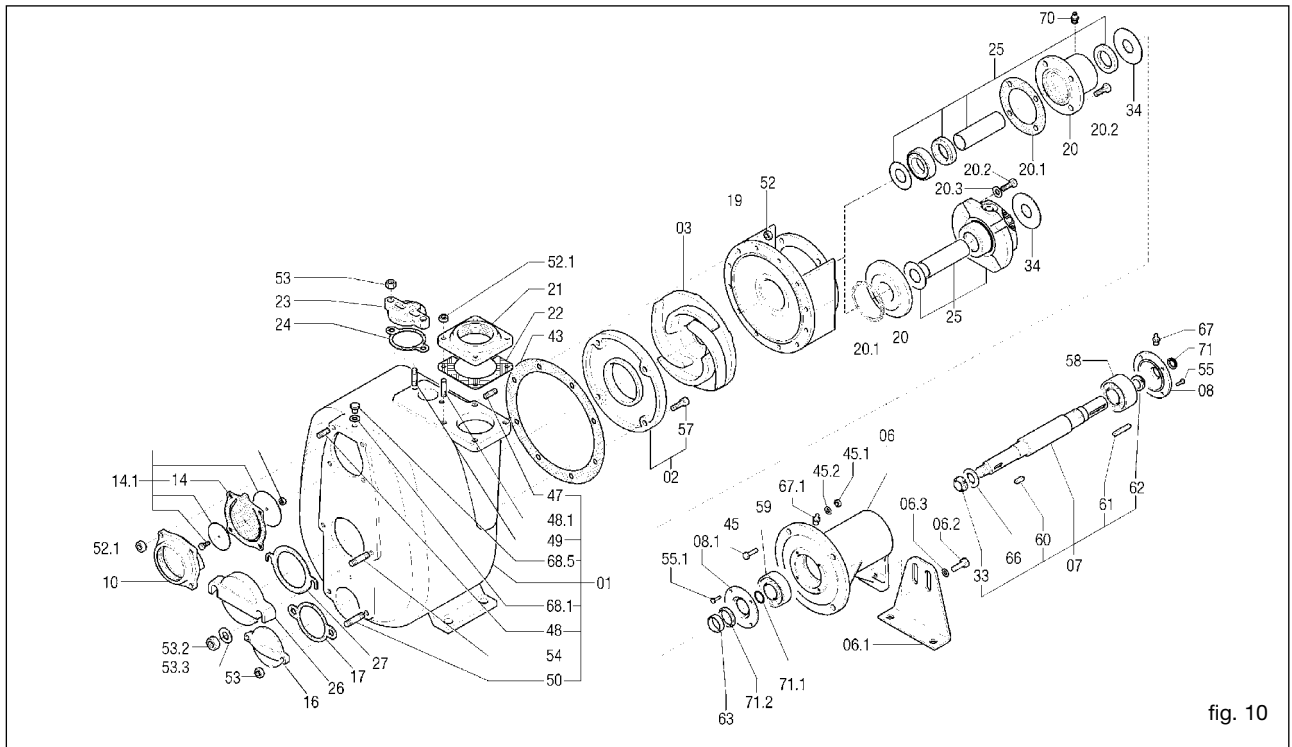

fig. 10
Le tuyau d'aspiration doit avoir un diamètre égal à celui de l'orifice d'aspiration de la pompe (consulter Varisco pour des diamètres supérieurs). Eviter, si possible, les coudes ou les étranglements pouvant limiter l'arrivée de liquide à la pompe. Ne pas monter la soupape de pied car la pompe est équipée d'un clapet anti-retour incorporé (14) (fig. 10).
À titre d'exemple, un dessin éclaté est représenté (fig. 10).
13.2 Remplacement de la turbine (fig. 10)
- Dévisser les écrous (52) et enlever le corps de la pompe en veillant à ne pas abîmer le joint (43).
- Bloquer la turbine (03) et dévisser l'écrou à blocage automatique (33).
- Remplacer éventuellement le joint (43)
13.3 Remplacement de la plaque d'usure (fig. 10)
- Dévisser les vis à tête hexagonale encastrée (57).
- Enlever et remplacer la plaque d'usure (02).
- Remplacer éventuellement le joint (43).
13.4 Remplacement de la soupape (fig. 10)
- Retirer le porte-soupape (10).
- Nettoyer le logement de la soupape du porte-soupape (10) et le remonter.
13.5 Remplacement de la garniture de type 1 - 2 - 3 (fig. 10,11 et 12)
- Bloquer la turbine (03) et enlever l'écrou à blocage automatique (33).
- Retirer le porte-moteur (19). La partie tournante de la garniture (40) montée sur l'entretoise (31) s'enlève automatiquement en même temps que celui-ci.
- Enlever la contre-face (39) ainsi que le joint correspondant (38) du porte-moteur.
- Démontez le pare-huile (41).
13.6 Remplacement de la garniture de type 4 - 5 (référence fig. 10, 13, 14, 15 et 16)
- Dévisser les écrous (52) (fig. 10) et enlever le corps de la pompe en veillant à ne pas abîmer le joint (43).
- Il faut par cela que les cotes A et B des fig. 17, 18, 20 et 21 soient le plus possible égales. Il est donc nécessaire d'utiliser les anneaux de compensation (25.2) (fig. 11) fournis avec la garniture de rechange. Ces anneaux servent à déplacer la turbine vers l'avant au cas où elle soit trop loin de la plaque d'usure frontale ou trop près de celle arrière (quand elle est prévue). Les anneaux de compensation doivent être montés entre l'anneau qui soutient la garniture (25.1) (fig. 11) et la turbine. D'autres ajustements peuvent être faits avec les joints du corps et la plaque d'usure arrière. Le joint (43) (fig. 10) qui a une épaisseur de 0,5 mm permet d'obtenir la distance voulue (fig. 19).
13.8 Entretien des roulements (fig. 10)